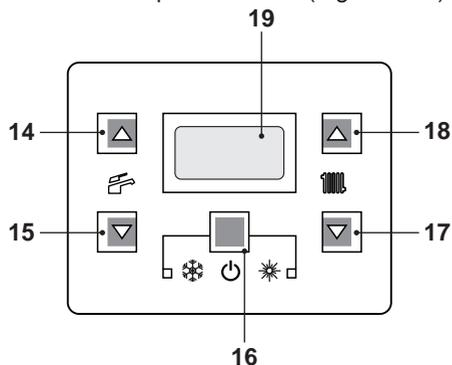
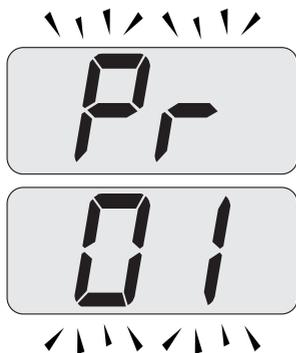
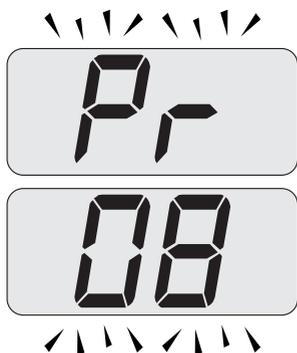

Figura 5.25
Figura 5.26
Figura 5.28
- Entrare in "modalità programmazione" premendo contemporaneamente per 10 secondi i tasti 16- 17- 18 (Figura 5.25) fino
a far apparire sul display LCD le lettere **Pr** che si alternano con il codice **01**, indicanti l'entrata nel "parametro 01"(Figura 5.26).
- Premere contemporaneamente i tasti 16e 18(Figura 5.25) fino a far apparire sul display LCD il valore del parametro 01 (Figura 5.27).
- Premendo il tasto 16(Figura 5.25) si ottiene la conferma del valore inserito.
- Premendo contemporaneamente i tasti 16e 17(Figura 5.25) si esce senza modificare il valore (ritorno alla lista parametri Figura 5.26)
- Premendo contemporaneamente per 10 secondi i tasti 16- 17- 18(Figura 5.25) si esce dalla "modalità programmazione".
- Entrare in "modalità programmazione" premendo contemporaneamente per 10 secondi i tasti 16- 17- 18(Figura 5.25) fino a far apparire sul display LCD le lettere **Pr** che si alternano con il codice **01**, indicanti l'entrata nel "parametro 01"(Figura 5.26).
- Scorrere i vari parametri utilizzando i tasti 17o 18(Figura 5.25) fino a far apparire sul display LCD le lettere **Pr** che si alternano con il codice **08**, indicanti l'entrata nel "parametro 08" (Figura 5.28)
- Premere contemporaneamente i tasti 16e 18(Figura 5.25) fino a far apparire sul display LCD il valore del parametro **08** (**00**= Nessun Reset) (Figura 5.29)
- Premendo i tasti 16e 17(Figura 5.25) si esce senza modificare il valore.
- Premere i tasti 17o 18per scorrere i vari parametri fino a far apparire sul display LCD le lettere **Pr** che si alternano con il codice **01**, premere contemporaneamente i tasti 16e 18(Figura 5.25) fino a far apparire sul display LCD il valore del parametro **01** (Figura 5.30)
- Premendo contemporaneamente i tasti 16e 17(Figura 5.25) si esce senza modificare il valore (ritorno alla lista parametri Figura 5.26).